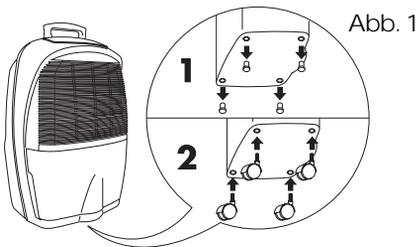

Abb. 1
- 2) Die Gummistöpsel von der Basis des Gerätes entfernen, indem Sie fest an ihnen ziehen oder eine Greifzange zu Hilfe nehmen (siehe Abbildung 1/1).